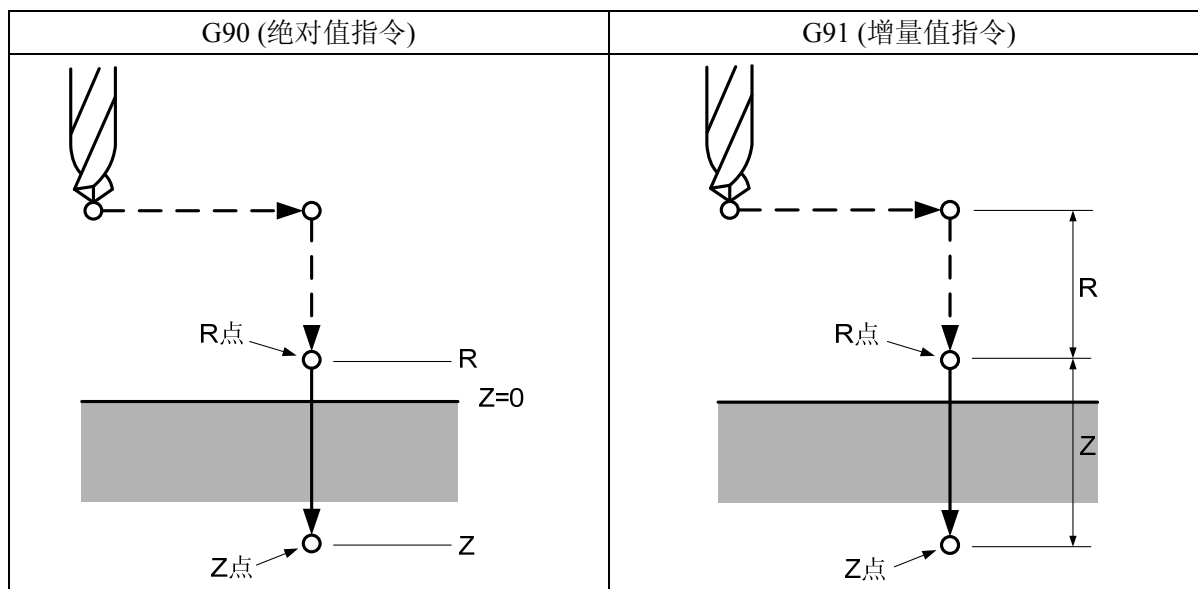

图 5-2 固定循环的绝对值指令及相对值指令
- G90、G91 相对应的数据给出方式是不同的。如图 5-2：